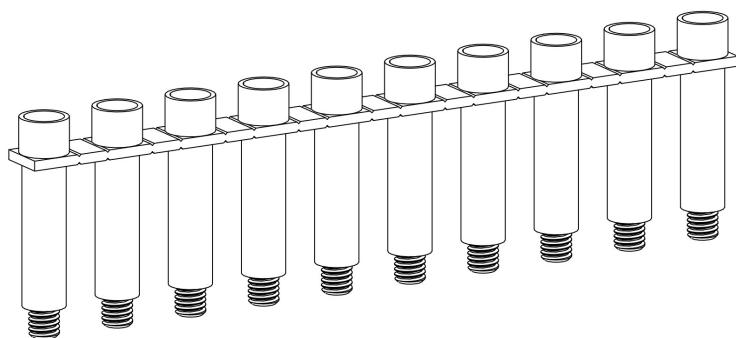
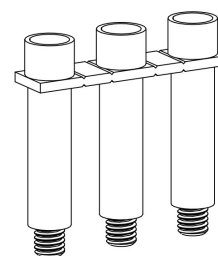

Рисунок 47 – винтовая перемычка
Рисунок 48 – винтовая перемычка с тремя полюсами
- Отломите от винтовой перемычки необходимое количество полюсов (рис. 47; рис. 48).